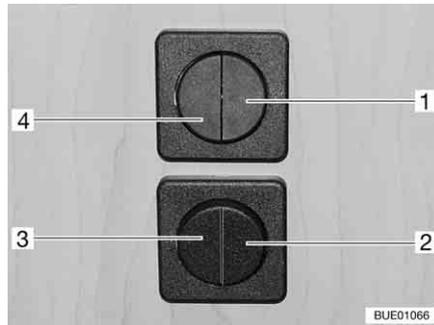

Fig. 60 Interruttore luci
- Illuminazione dinette (Fig. 60,1)
- Illuminazione ingresso (Fig. 60,2)
- Illuminazione tenda veranda (Fig. 60,3)
- Illuminazione vano abitabile (Fig. 60,4)